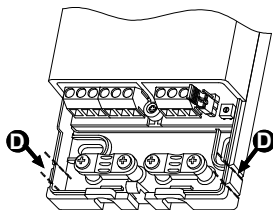

Fig. 4
**Kabelindføring i siden:** Fjern, ved hjælp af en passende tang, plastiktænderne, der er vist ved hjælp af pile i **D** Fig. 4